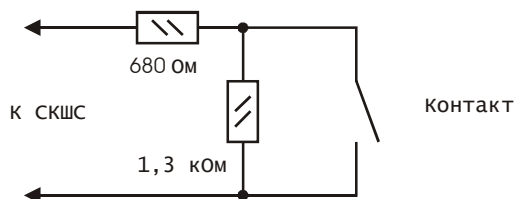
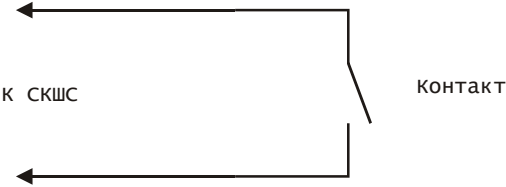

Рис. 2 Типовая схема включения ШС с контролем КЗ и обрыва
Рис. 5 Схема включения ШС без контроля КЗ и обрыва
Схемы включения ШС приведены на Рис. 2 и Рис. 5. Данные схемы справедливы для нормально замкнутых и нормально разомкнутых контактов. Наличие или отсутствие контроля КЗ или обрыва ШС конфигурируется в БЦП (см. Руководство по программированию ППКОП 01059-100-4 "Рубеж-060" (ППКОПУ 01059-1000-3 «Рубеж-08»)).
При подключении одного ШС к СКШС по схеме на Рис. 2, собственный ток потребления СКШС увеличивается на:
При подключении одного ШС к СКШС по схеме на, Рис. 5 собственный ток потребления СКШС увеличивается на:
5.5. Схемы включения ШС приведены на Рис. 2.